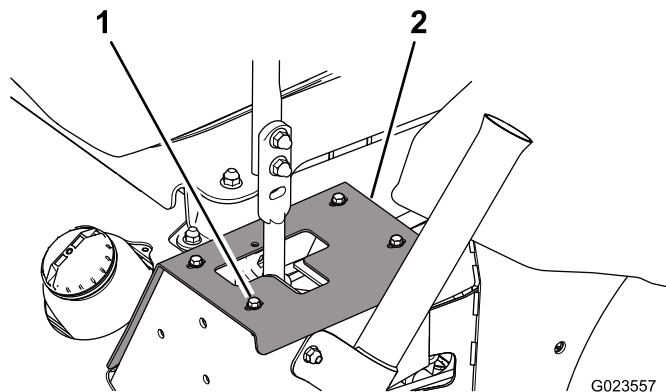

図 63
- ストッププレートをフレームに固定しているボルトを外して、ダンパ取り付けボルトにアクセスできるようにする 図 63。